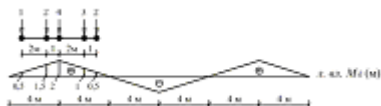

Рисунок 2.7
1) На рис. 2.7 показано положение системы грузов, при котором в сечении k возникает максимальный (наибольший со знаком плюс) изгибающий момент. Критическим грузом является сила 4 кН, так как при переходе этого груза через вершину знак производной M_k меняется с "+" на "-":